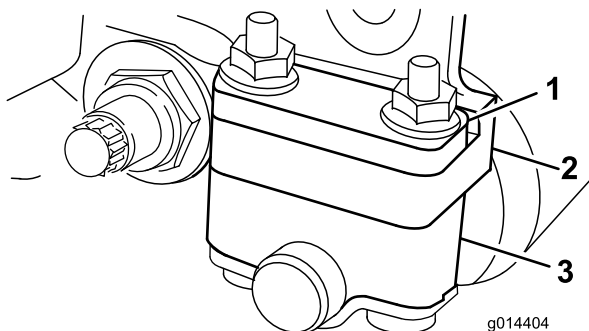
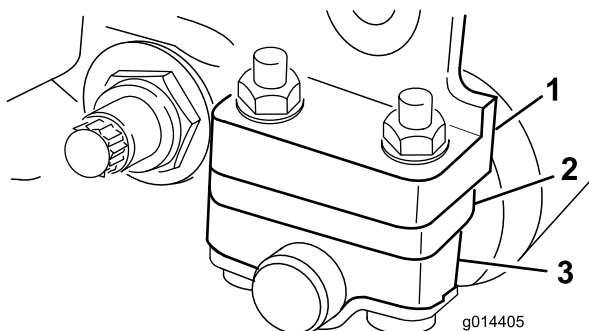

Bild 12
Bild 13
1. Stellen Sie die Heckrollenhalterungen Bild 12 oder Bild 13) auf die obere oder untere Position ein, abhängig von dem gewünschten Schnitthöhenbereich.
Legen Sie das Distanzstück über den Montageflansch der Seitenplatte (Werkseinstellung), wenn der Schnitthöhenbereich zwischen 1,6 mm und 6,0 mm liegen soll (Bild 12).
Positionieren Sie das Distanzstück unter den Montageflansch der Seitenplatte, wenn der Schnitthöhenbereich zwischen 3 mm und 25 mm liegt) (Bild 13).